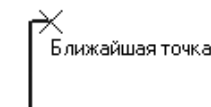

Рис. 4.12. Результат построения двух отрезков контура ролика в увеличенном масштабе и начало построения третьего отрезка
- установите указатель мыши в конечной точке второго горизонтального отрезка. Появится сообщение **Ближайшая точка** (рис. 4.12).